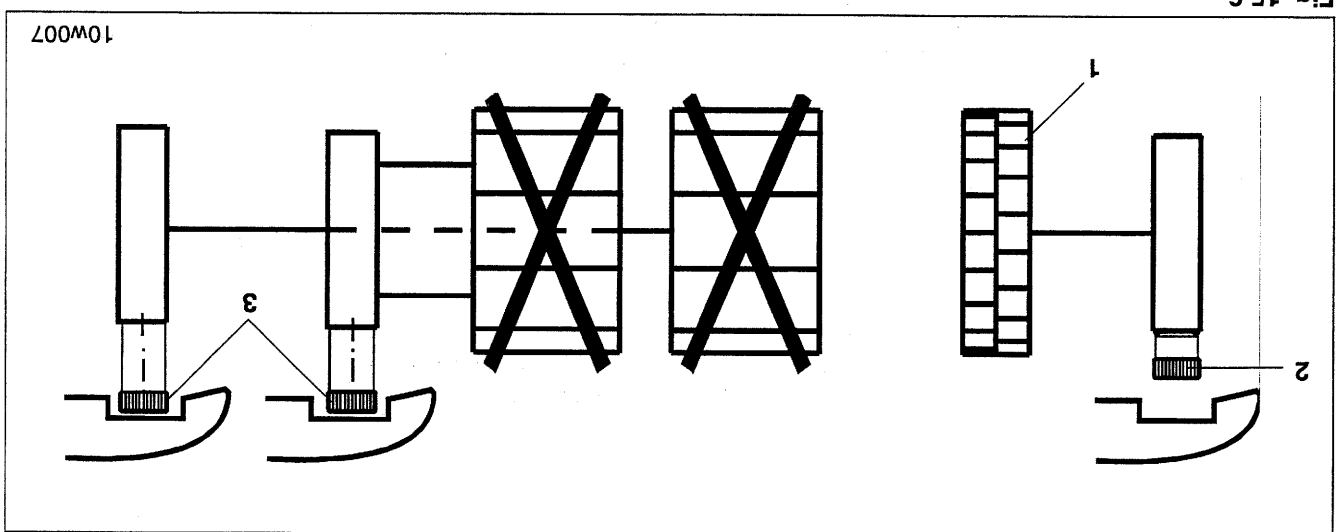

Fig. 15.6
- Pour semer avec la roue distributrice fines graines (fig. 15.6/1)
- Vissez jusqu'en butée la molette (fig. 15.6/2) de la roue distributrice fines graines
- Dévissez les deux molettes (fig. 15.6/3) des roues distributrices principales.